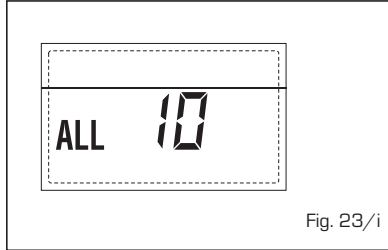

Fig. 23/i
- **INTERVENCIÓN SONDA HUMOS "ALL 13" (fig. 23/l)**